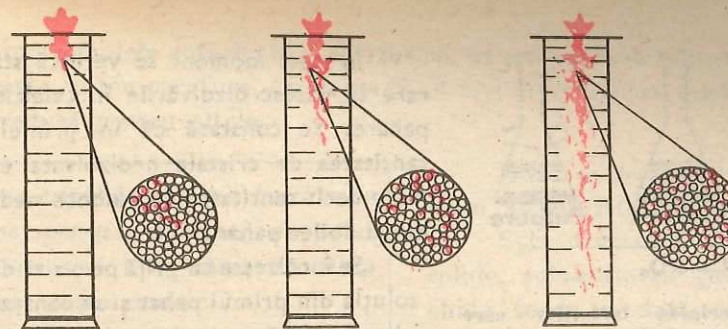

Fig. 7.1. Dizolvarea permanganatului de potasiu în apă
- Suspendați cu o baghetă de sticlă, așezată pe gura cilindrului, o pungă de tifon, în care aveți 2—3 cristale de permanganat de potasiu, astfel încît substanța să se cufunde în apă (fig. 7.1.). Apariția unor firișoare roșii de permanganat de potasiu, urmată de înroșirea unei zone mai largi și apoi a întregii soluții, indică răspîndirea permanganatului de potasiu în apă.